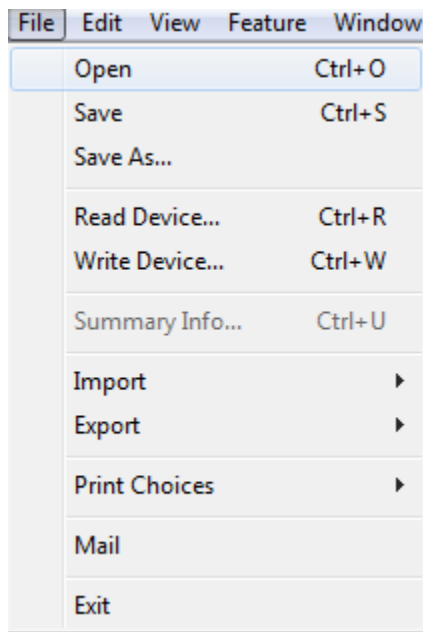

Figura 2.19 File Open.
2. En menú principal, escoja File, y luego Open. Entonces escoja el archivo que desea leer como en la Figura 2.19.